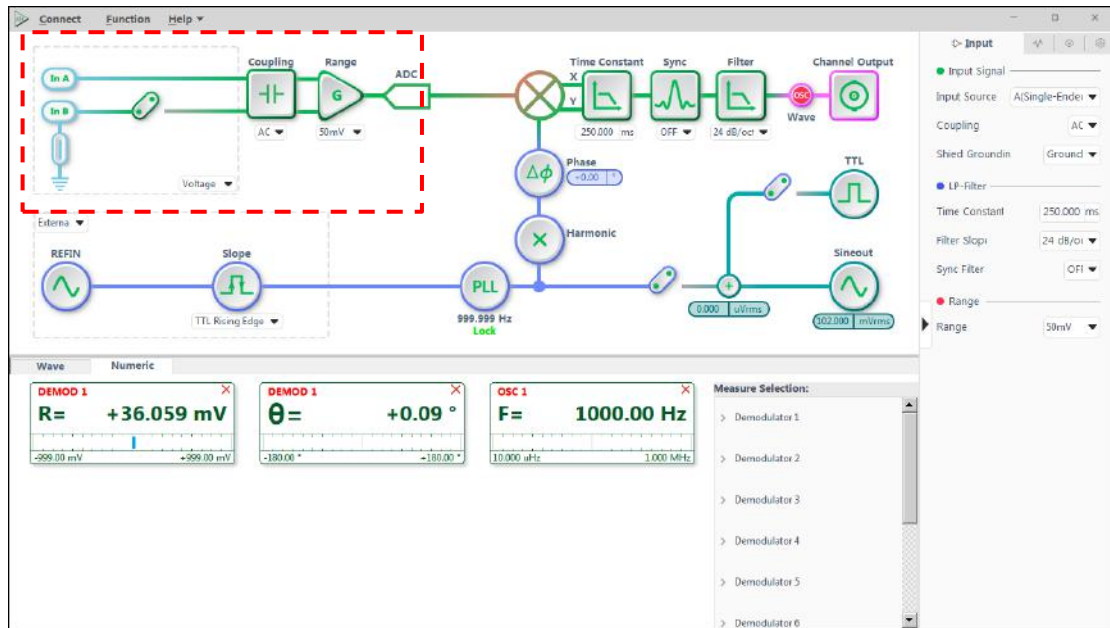

图22. 输入信号配置图
1. 根据表 2 配置，在输入信号配置中修改输入信号类型、输入耦合方式和输入量程，其它选项默认，如图 22 所示：